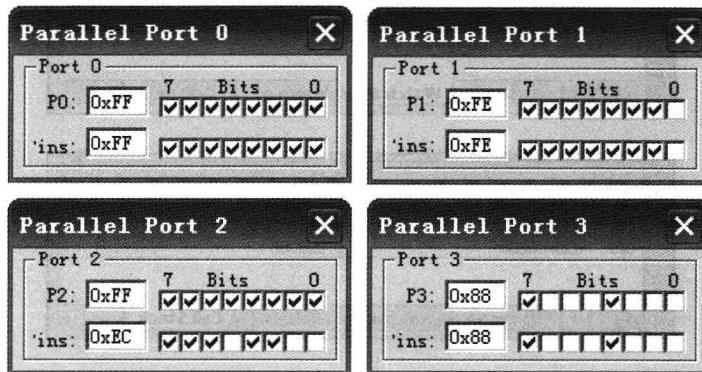

图 1-17 并行 I/O 口对话框
(2) I/O-Ports: 用于显示或控制 51 系列单片机各个 I/O 口的运行状态，包括 I/O 口锁存器的状态和引脚状态，如图 1-17 所示，以 Port 2 为例，第一行 P2 模拟特殊功能寄存器 P2 的状态，第二行 Pins 模拟 P2 口引脚的状态。